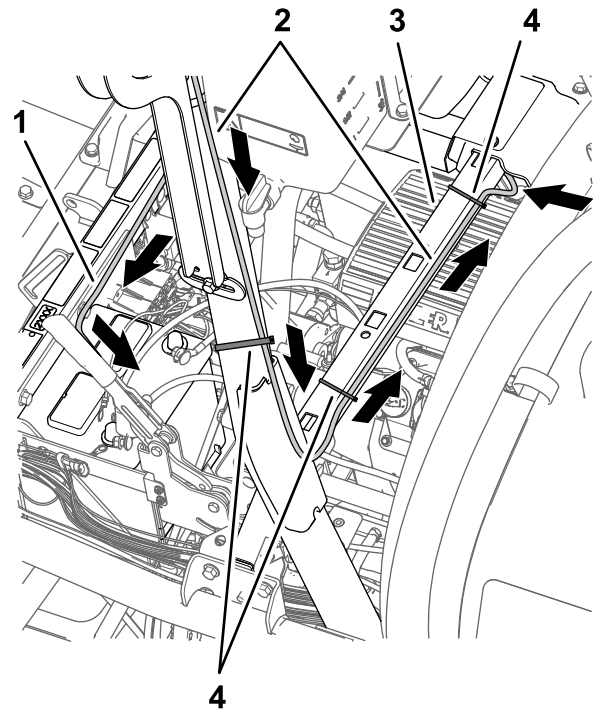

Bild 203
1. Verlegen Sie den Datenkabelbaum und den Batteriekabelbaum an der Rückseite des linken, vertikalen Überrollbügels nach unten zur Querstrebe für die Sitzstütze (Bild 203).
5. Verlegen Sie den Datenkabelbaum und den Batteriekabelbaum über die Querstrebe für die Sitzstütze und befestigen Sie den 390-cm-Datenkabelbaumzweig mit zwei Kabelbindern an der Querstrebe (Bild 203 und Bild 205).